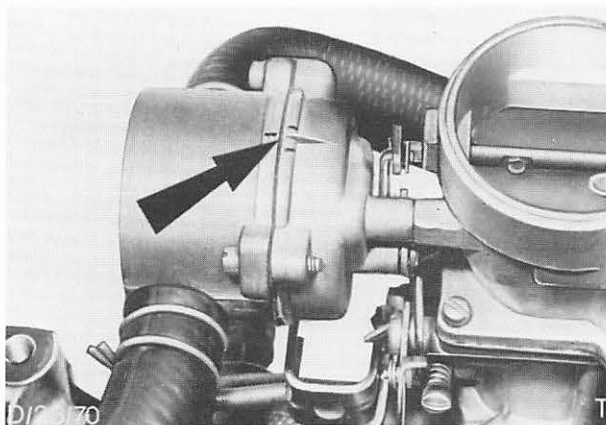

Abb. 117 Strichmarkierungen zum Ausrichten des Wassergehäuses in Deckung bringen
14. Wassergehäuse mit Thermofeder kompl. anbauen. Neue Dichtung anbringen und Wassergehäuse ansetzen. Thermofeder in die gemäß den Technischen Daten vorgeschriebene Raste am Mitnehmerhebel „C“ in Abb. 116 einsetzen, Wassergehäuse andrücken und Schrauben lose eindrehen. Wassergehäuse anschließend so verdrehen, bis die Strichmarkierung mit dem mittleren Strich auf dem Startautomatikgehäuse übereinstimmt, dann Schrauben festziehen. Abb. 117.